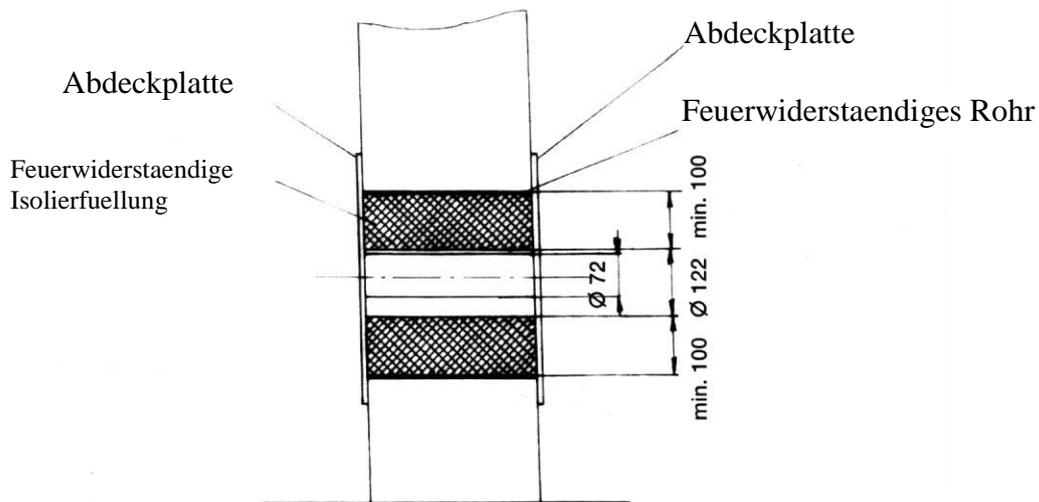

Abb. 1
- Beispiel der Wanddurchfuehrung- Abb. 1